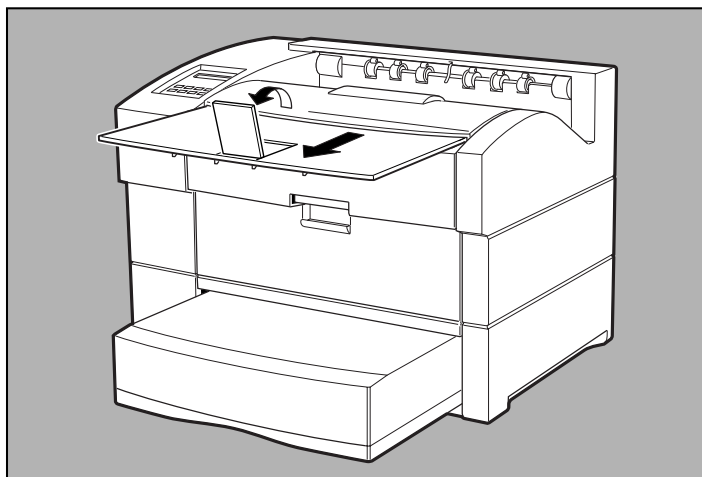

Fig. 2.21 Regolare l'estensione del vassoio di consegna
9. Estrarre l'estensione del vassoio di consegna ed alzare il fermo carta per la carta con un formato superiore a quello lettera/A4 (fig. 2.21).